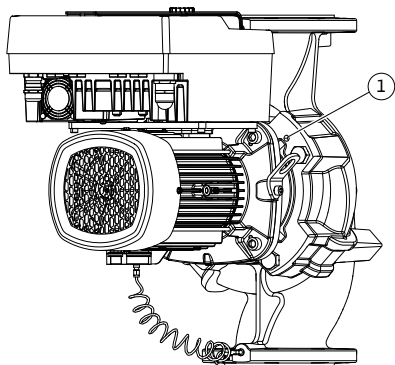

Fig. 103: Pressionar o conjunto de encaixe através dos orifícios roscados
11. Desapertar o parafuso (Fig. I/III, pos. 10, Fig. II/IV, pos. 29) que suporta a chapa de suporte do sensor da pressão diferencial. Puxar o sensor da pressão diferencial (Fig. I, pos. 8) com a chapa de suporte para o lado e deixar suspenso nos cabos de medição da pressão (Fig. I, pos. 7). Desligar o cabo de ligação do sensor da pressão diferencial no módulo eletrónico ou desconectar da ligação da ficha e puxar para fora.
12. Para o modelo da bomba (Fig. III, IV) desapertar os parafusos (pos. 29). Utilizar os dois orifícios roscados que se encontram ao lado (Fig. 103, pos. 1) e utilizar os parafusos adequados disponibilizados no local (por exemplo, M10 x 25 mm). Retirar o conjunto de encaixe do corpo da bomba.